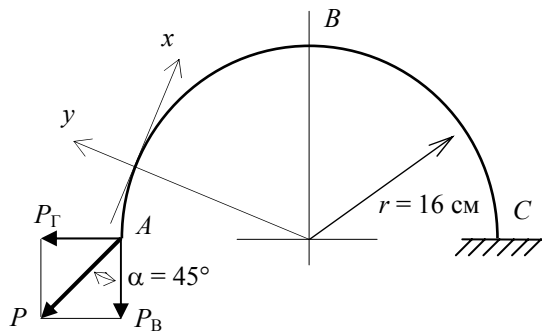

Рис. 8.3 Схема нагружения кривого бруса
**Пример.** Для криволинейного стержня (рис. 8.3) построить эпюры  $M$ ,  $Q$ ,  $N$  и найти нормальные напряжения в опасном сечении.  $P = 12$  кН,  $r = 16$  см,  $\alpha = 45^\circ$ ,  $d = 6$  см.